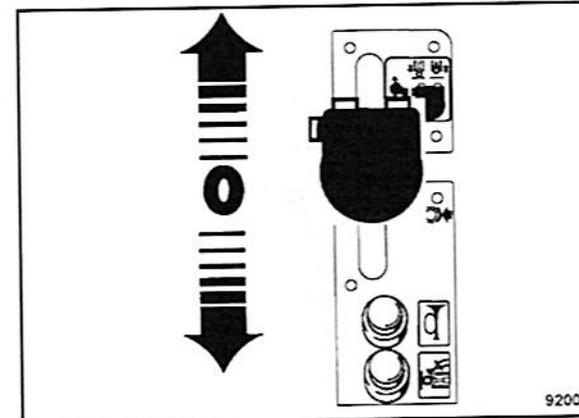

Fig. 83
- Desplazar la palanca de marcha (Fig. 83) en sentido hacia delante o hacia atrás.